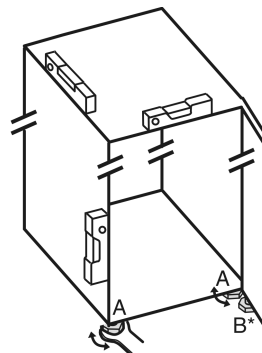

Fig. 19
- Dévisser les pieds réglables Fig. 19 (A) avec la clé plate fournie et utiliser un niveau à bulle pour vérifier que l'appareil est bien plan.
- Dévisser le pied réglable Fig. 19 (B) du support de palier avec la clé plate fournie jusqu'à ce qu'il touche le sol.
- Continuer de tourner le pied réglable Fig. 19 (B) de 90° maximum pour éviter d'endommager la porte.